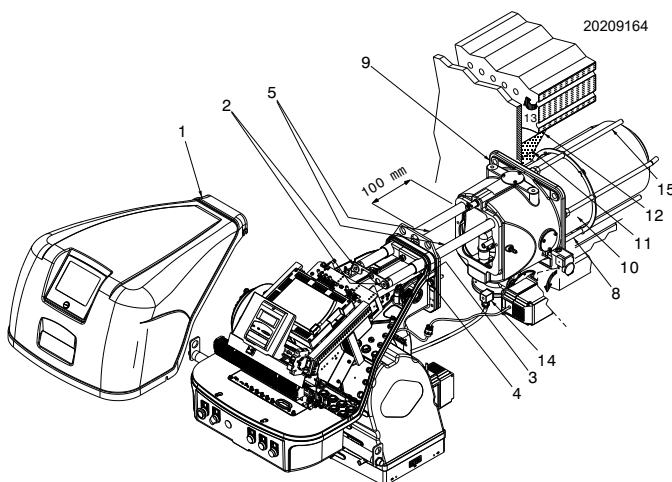

Abb. 16
Bei Kesseln mit vorderem Rauchumlauf 13) (Abb. 16) eine Schutzabdeckung aus hitzebeständigem Material 11) zwischen der Schamotte des Kessels 12) und dem Flammrohr 11) schaffen.
Für Heizkessel mit wassergekühlter Frontseite ist die Verkleidung mit feuerfestem Material 11)-12)(Abb. 16) nicht notwendig, sofern nicht ausdrücklich vom Kesselhersteller gefordert.
Um den Flammkopf gemäß Abb. 16 vom Rest des Brenners zu trennen, wie folgt vorgehen:
Achten Sie bei der Befestigung des Brenners am Kessel besonders auf die äußeren Gasleitungen 15 (Abb. 16), um Beschädigungen zu vermeiden.
- den Brenner wieder auf den Führungen 3) in einem Abstand von ca. 100 mm zur Muffe 4) montieren. Der Brenner befindet sich in der in Abb. 16 auf Seite 22 dargestellten Position;